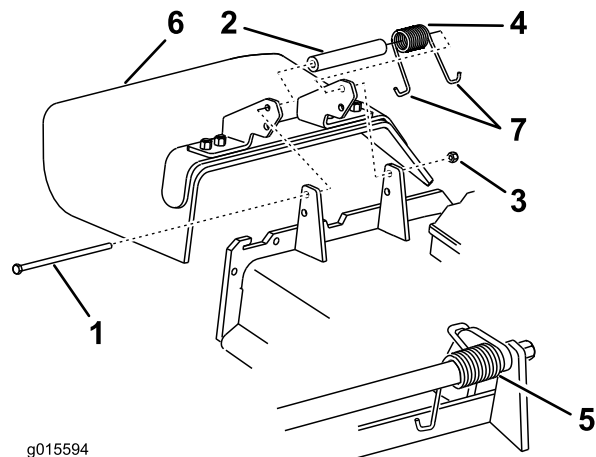

Figura 104
Nota: Asegúrese de colocar un extremo en **J** del muelle detrás del reborde de la carcasa antes de instalar el perno, según se muestra en Figura 104.
6. Coloque un extremo en **J** del muelle alrededor del deflector de hierba (Figura 104).
1. Retire la contratuerca, el perno, el muelle y el espaciador que sujetan el deflector a los soportes de pivote (Figura 104).
2. Retire el deflector de hierba dañado o desgastado (Figura 104).